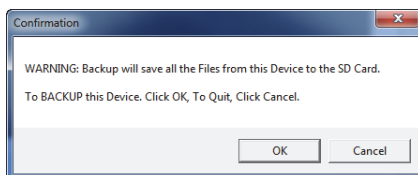

Рис. 7-26 Диалоговое окно Confirmation для подтверждения начала резервного копирования
4. В появившемся окне подтверждения **Confirmation** (см. Рис. 7-26 на стр. 224) нажмите **ОК** для запуска резервного копирования.